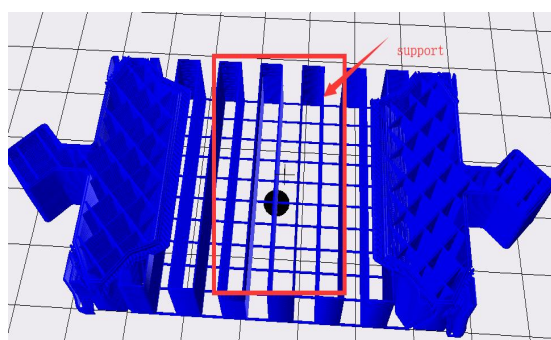
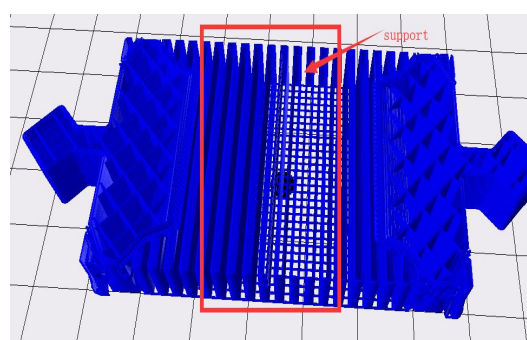

图 22,10%支撑填充率
图 23, 30%支撑填充率
(3)支撑填充率(%)：即支撑的填充率，决定相邻支撑填充线之间的距离，值越大，则走线越近，支撑结构越密集。填充率越高，支撑强度越高，**支撑越实心**，则越容易支撑住模型，但越难去除；填充率越低，支撑强度越低，则越容易去除，但对模型的支撑能力越低。图 22 与图 23 分别展示了 10%支撑填充率与 30%支撑填充率的情况，可以明显看到 30%支撑填充率的支撑结构比 10%的要密集得多。